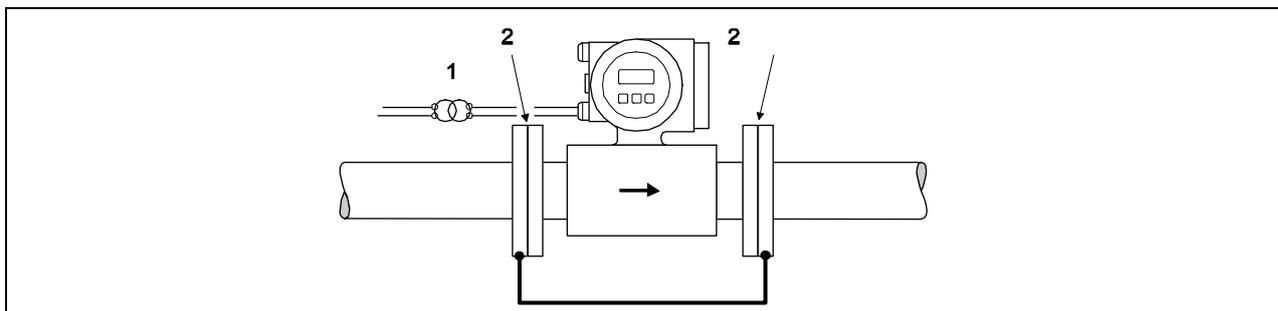

Рис. 34: Выравнивание потенциалов и катодная защита (заземляющий кабель: медный провод сечением не менее 6 мм2/10 AWG).
*Рис. 34: Выравнивание потенциалов/кольца заземления для пластмассовых труб и футерованных труб (заземляющий кабель: медный провод сечением не менее  $6 \text{ мм}^2 / 10 \text{ AWG}$ ).*